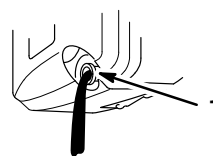

Figure 16
4. Retirer la jauge d'huile, basculer la tondeuse du côté gauche, et laisser l'huile s'écouler par le tube de remplissage dans un récipient approprié (Fig. 16).